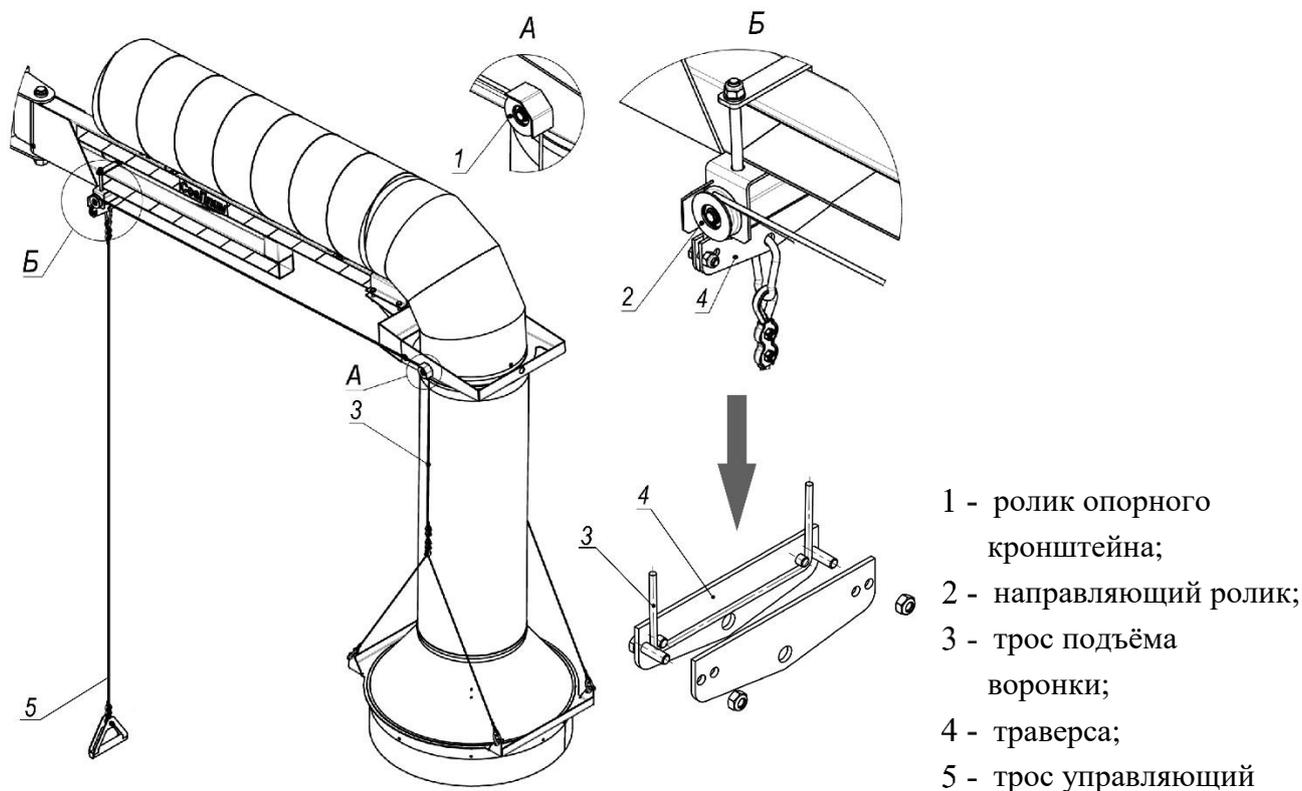

Рисунок 15 – Крепление троса подъёма воронки
4.10.2 Протянуть свободный конец троса через ролик опорного кронштейна (рисунок 15, поз. 1), направляющий ролик (поз. 2) и траверсу (поз. 4). Длину троса отрегулировать таким
4.10.3 Закрепить при помощи карабина первый трос управляющий к траверсе (рисунок 15, вид Б).